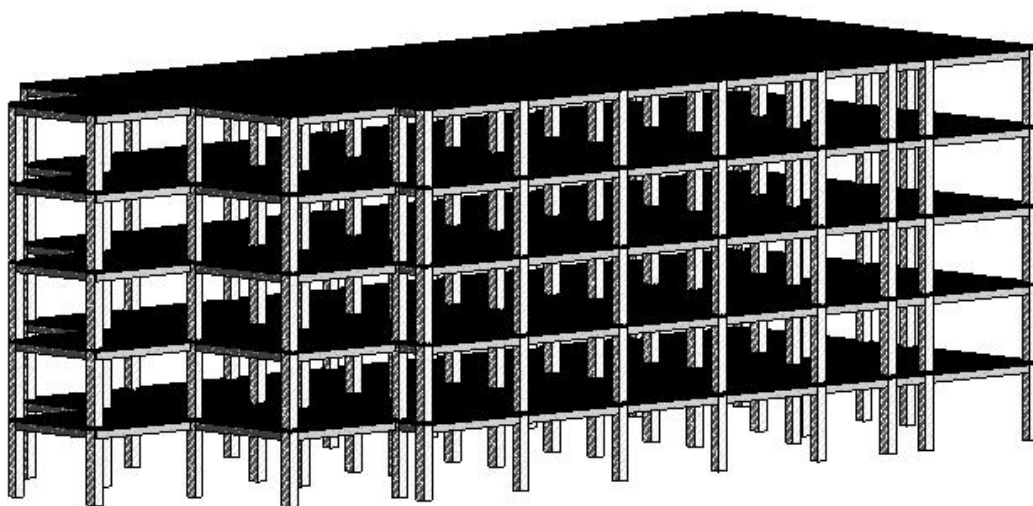

图 5-34 一层至五层结构模型
- 框选所有模型图元，点击上下文选项卡“剪贴板”面板中的“复制到剪贴板”工具，再点击“粘贴”下拉工具中的“与选定的标高对齐”，在弹出的“选择标高”对话框中选择“F3、F4、F5、F6”，点击“确定”。形成的模型见图 5-34。